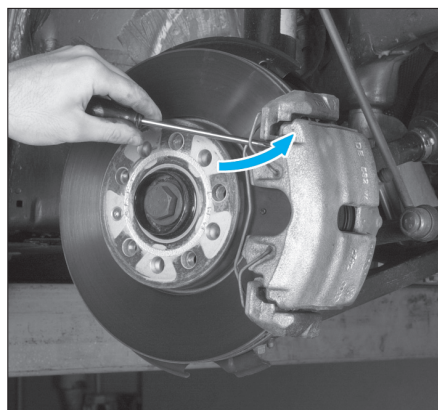

Fig. 6
- Détacher le ressort de maintien en faisant levier à l'aide d'un tournevis (Fig.6).